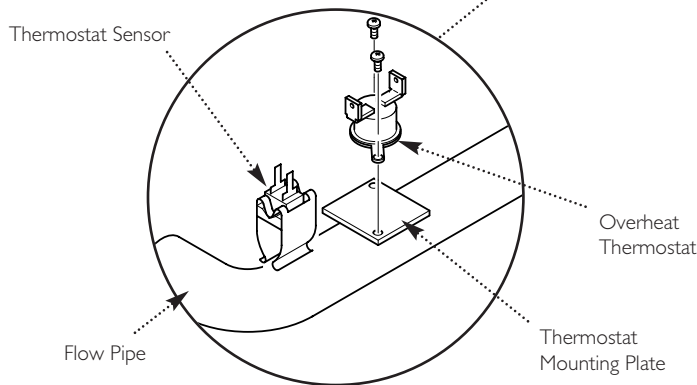

Fig. 116
10.5 Thermostat Sensor (Fig. 116)
10.6 Over-Heat Thermostat (Figs. 116 & 117)